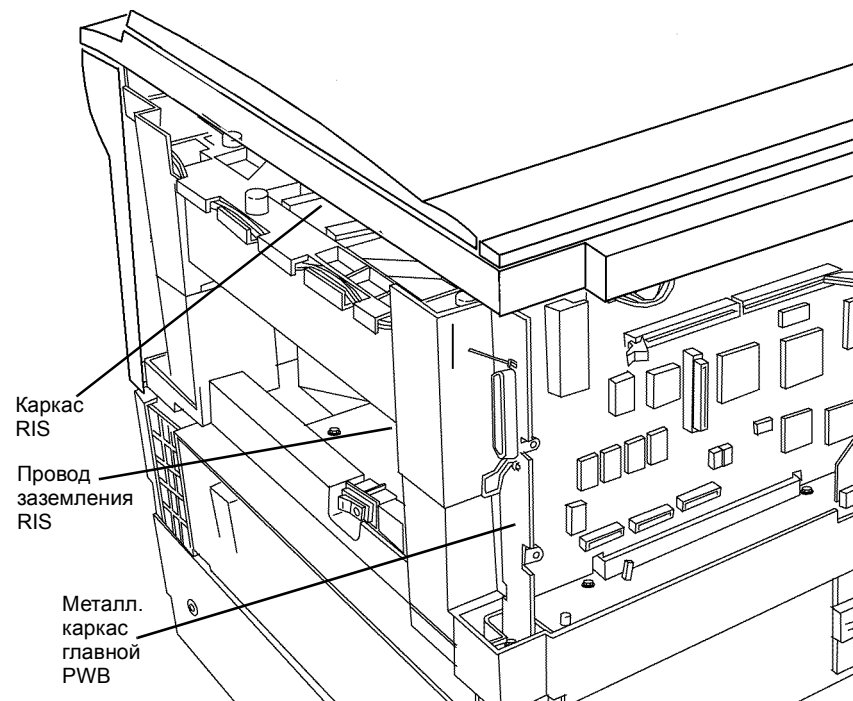

Рисунок 10 Заземление RIS
- a. Подсоедините черный щуп мультиметра к металлическому каркасу главной PWB (Рисунок 10).
- c. Подсоедините красный щуп мультиметра к контакту заземления копи-картриджа (Рисунок 10).
- b. Подсоедините красный щуп мультиметра к металлическому каркасу RIS (Рисунок 10).
- c. Проверьте, что провод заземления RIS подсоединен к клемме заземления RIS (Рисунок 10).
- j. Ослабьте и вновь затяните винты (2) PWB управления лотка 2.